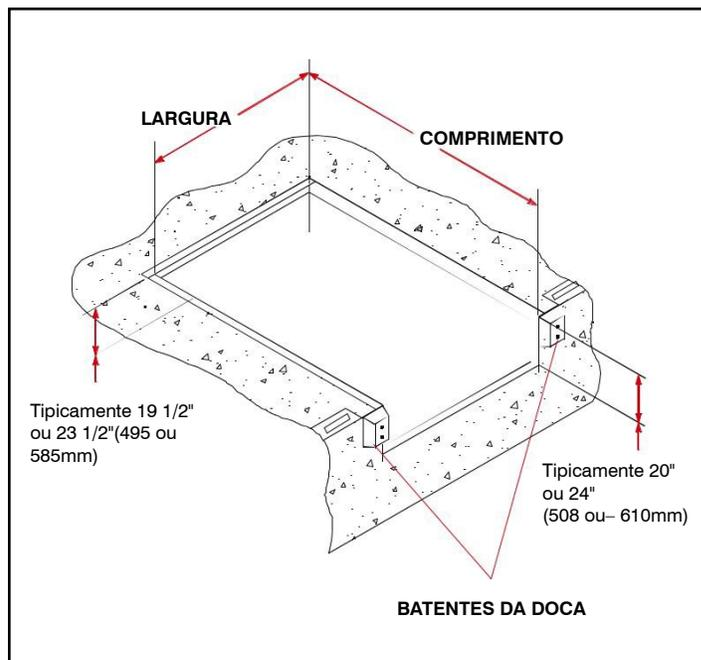

Figura 1 : Desenho do Pit - Típico (Meio-fio em Quatro Partes ilustrado)
3. Meça a altura dos cantos frontais do nivelador de doca, parte inferior do quadro à parte superior da placa do convés, normalmente 19-1 / 2" ou 23-1 / 2" (495 ou 595mm). Meça a profundidade do poço em ambos os cantos frontais, onde os cantos inferiores da moldura serão posicionados. Localize e coloque calços adequados (não fornecidos) em ambos os cantos frontais para produzir uma profundidade para coincidir com a altura da estrutura. Consulte a Figura 1.